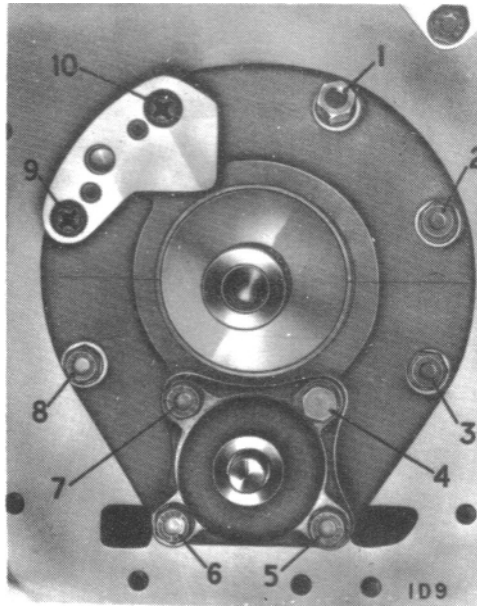

Fig. 21 - Carter de palier avant
Après avoir monté un joint en papier sur la face interne du carter de palier avant, visser l'assemblage par dessus le palier avant du vilebrequin et le fixer sur le bloc moteur en montant toutes les pièces précisées sur la figure 21. Noter que les pièces (5) et (6) sont les boulons les plus longs.